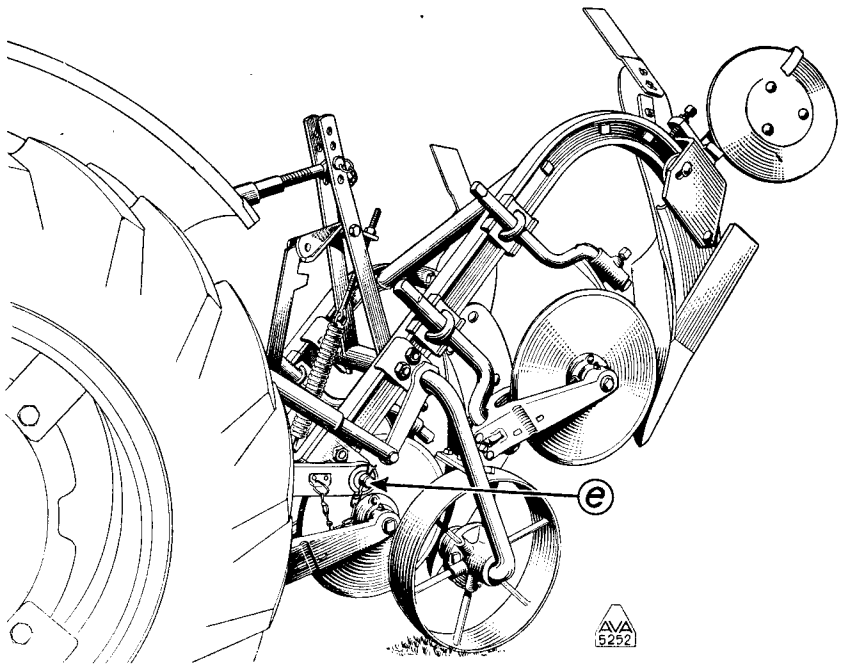

Fig. 3.
**Säkerhetskopplingen:** För att förhindra att plogen skadas vid hög belastning, t. ex. vid stenpåkörning, finnes en säkerhetskoppling. Så snart belastningen överstiger den för plogkropparna normala, sker utlösning av säkerhetskopplingen. Härvid tippar plogen framåt genom vridning kring tväraxeln e. Fig. 3 visar plogen i urkopplat läge.